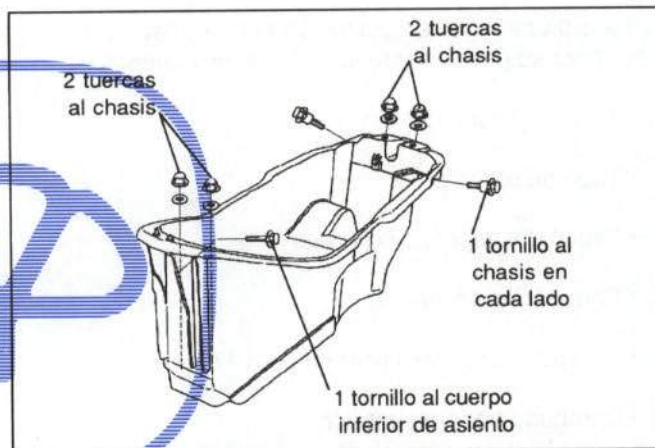

Figura 15.- Fijación del portacasco
En la figura 15 se muestra su fijación.
- Asiento (figura 15)
- Portacasco (figura 15)